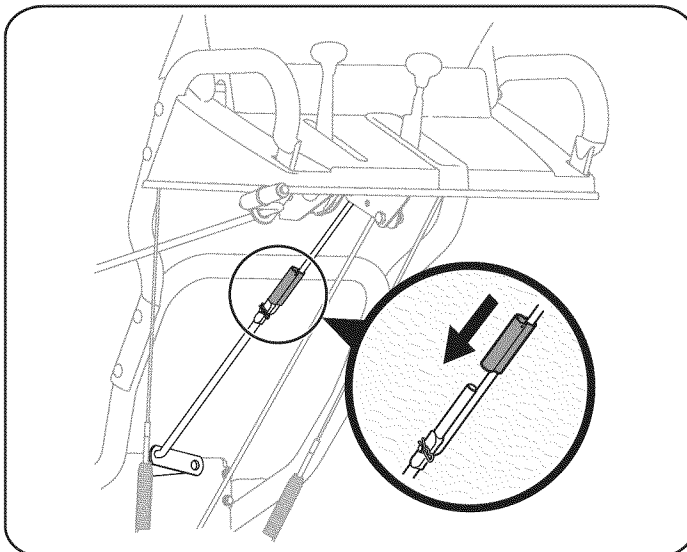

Figure 2
3. Alinee la parte superior e inferior de cambio de varas y, a continuación, deslice la barra de desplazamiento hacia abajo el conector en el extremo inferior de la varilla de cambio. Toque en el conector hasta que la vara es completamente inferior a través del conector. Ver fig. 2.